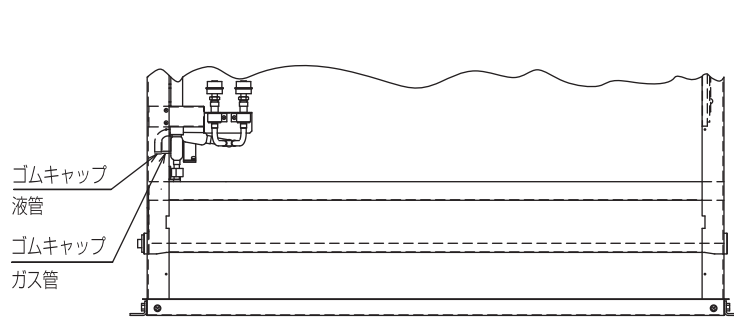

図1
3. 基礎とドレンパン、ドレンパンと室外ユニットをそれぞれ強固に締結してください。[図 1]
- (3) 図1 矢視Aに示すガス管キャップ配管のチャージ管 (×印部) を切断し、配管内に封入されている窒素ガスを抜いてください。((E)P224・(E)P280・P265・P335形のみ)
- (4) 図1 に示すガス管接続部および液管接続部のキャップ配管、もしくはゴムキャップを取外してください。
- (3) 図1に示すガス管接続部および液管接続部のゴムキャップを取外して、配管内に封入されている窒素ガスを抜いてください。